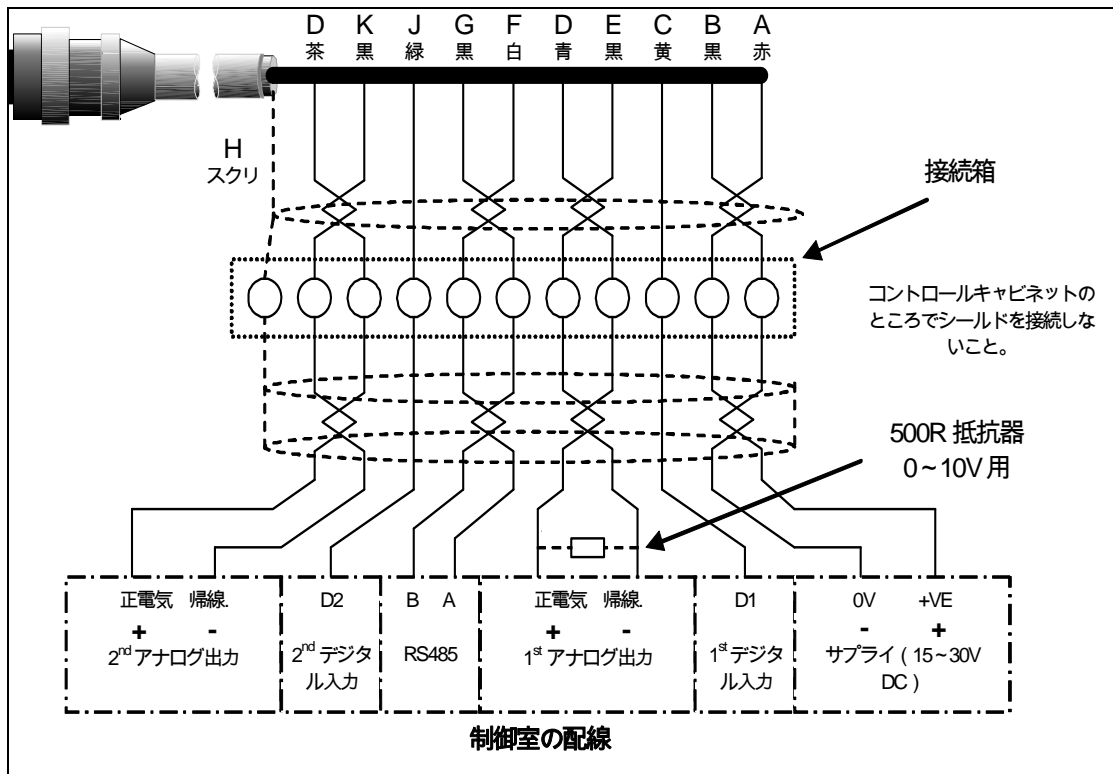

図 14 センサーケーブル (0090A) の接続
- 0 ~ 20mA これは 500 オームの場合、0 ~ 10V DC ボルトの出力として構成されます。抵抗器はアナログ出力と帰線を横断して接続します(図 14))